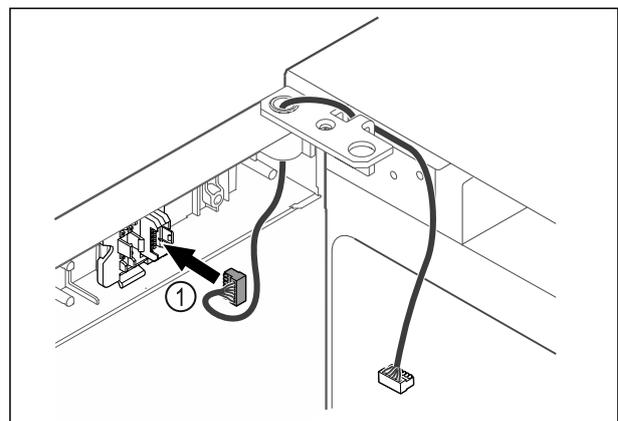

Fig. 44
- ▶ Inserte el conector Fig. 44 (1) en el soporte de conectores.